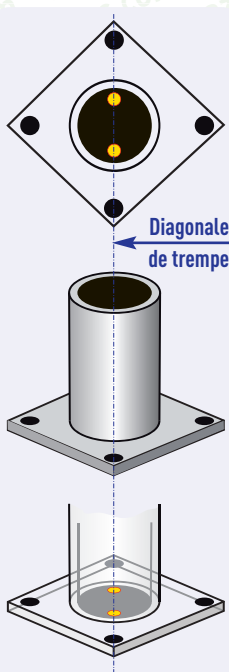

Figure 7 : Les perçages d'un tube cylindrique
- l'accrochage : positionnement des trous en fonction du sens et de la diagonale de trempe (voir figure 7).